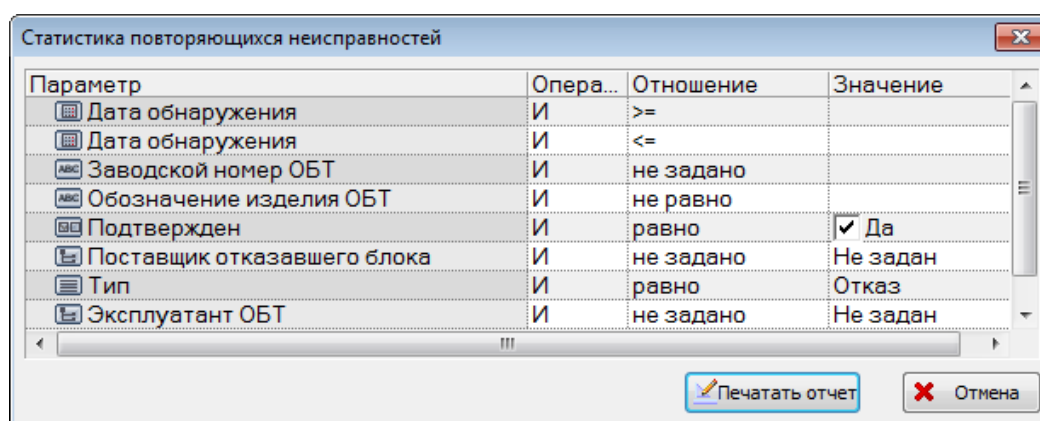

Рис. 26-84 – Окно с параметрами запроса
3) Открывается окно с параметрами запроса для выбранного отчета (рис. 26-84). При необходимости выбрать значения в поле «Отношение» и ввести данные в поле «Значение», которые сохраняются до следующего сеанса работы пользователя с параметрами данного запроса. В случае если в запросе не заданы даты обнаружения неисправностей, формирование отчета выполняется по всем неисправностям, имеющимся в базе данных.